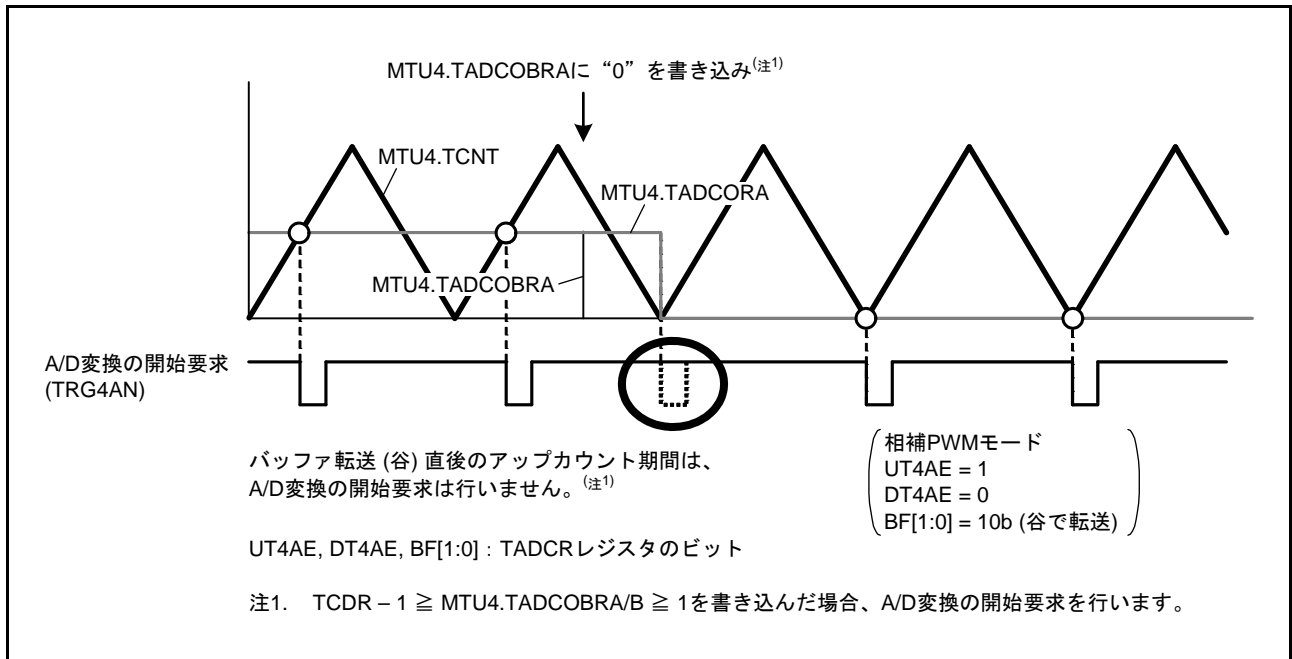

図 22.125 MTU4.TADCOBRAに“0”を書き込んだときのA/D変換の開始要求
- MTU4.TADCOBRA, MTU4.TADCOBRB レジスタに“0”、かつ、MTU4.TADCR レジスタの UT4AE, UT4BE ビットに“1”を設定して、MTU4.TCNT カウンタの谷でバッファ転送したとき、転送直後のアップカウント期間については A/D 変換の開始要求を行いません (図 22.125)。